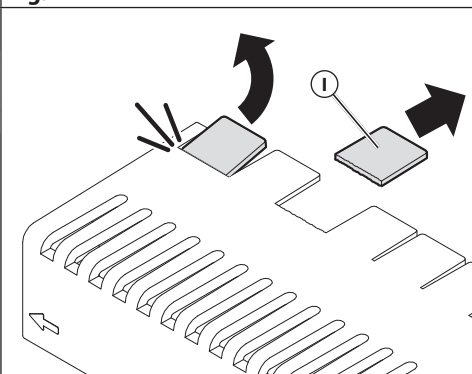
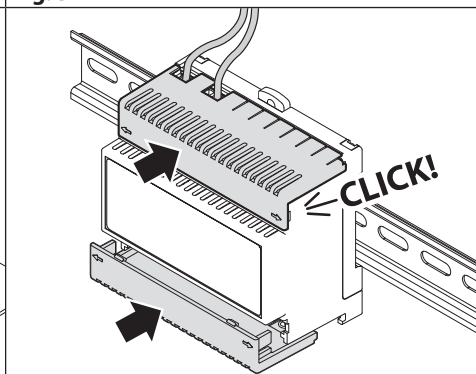

Fig. 7
Fig. 8
6. Rompere le alette (I) dei coperchi copri-morsetti necessarie per far passare i cavi (Fig. 7), quindi riposizionare i coperchi copri-morsetti (G) spingendoli indietro fino a quando si sente un **CLICK!** (Fig. 8)